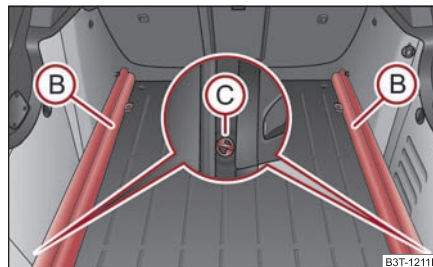

Fig. 97 Maletero: Desmontar las guías portantes
- Desbloquee los rieles portantes (B) girando las argollas de fijación intercambiables (C) a derecha, aprox. 90° ⇒ fig. 97.